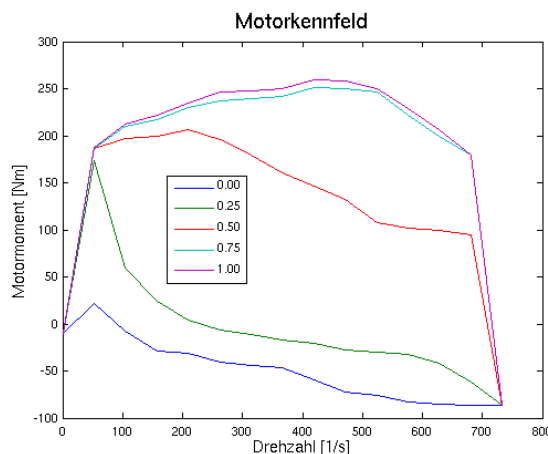

Abbildung 4.12: Motorkennfeld, Aufgabe 4.22
4.22  *LookUp Table in 2D*: Laden Sie die Datei `motorkennfeld.mat`, die Ihnen Ihr Betreuer zur Verfügung stellen wird. Das Motorkennfeld ist auf Abbildung 4.12 dargestellt. Stellen Sie den